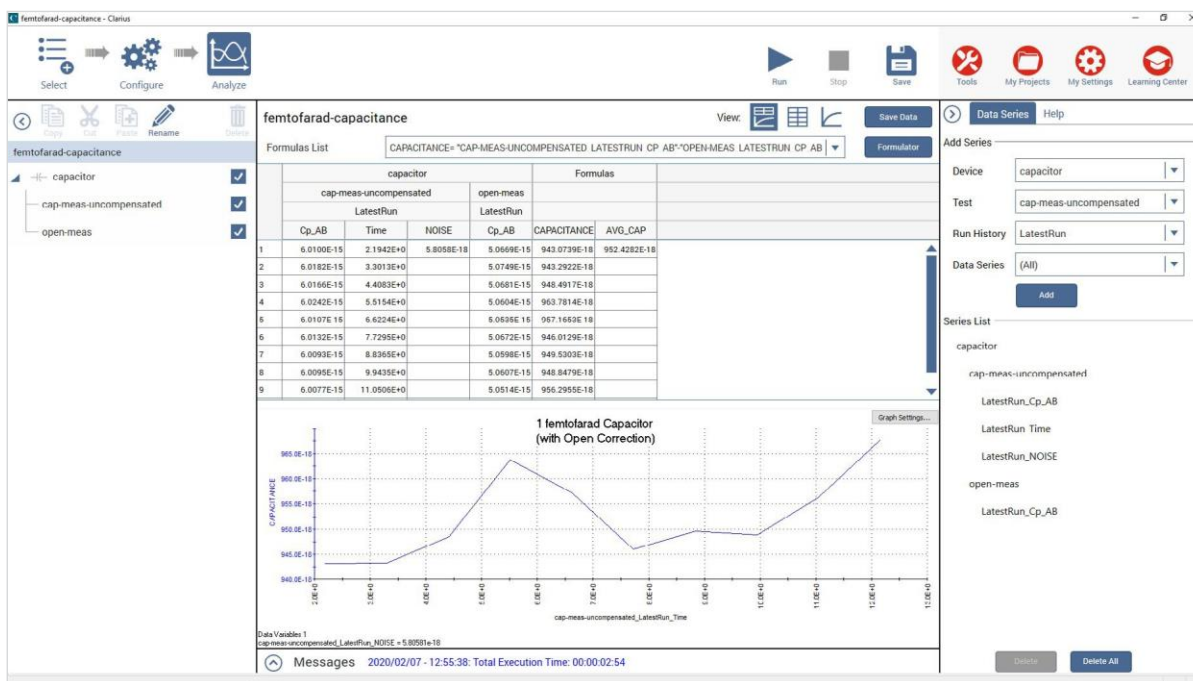

図6. 1fFの測定結果を示すAnalyzeビューSheetおよびGraphの画面キャプチャ
- 3. 結果を解析する。**プロジェクトツリーでfemtofarad-capacitanceプロジェクトを選択し、Analyzeビューを選択する。補正された1fF測定値を表示する画面キャプチャが図6に示されている。